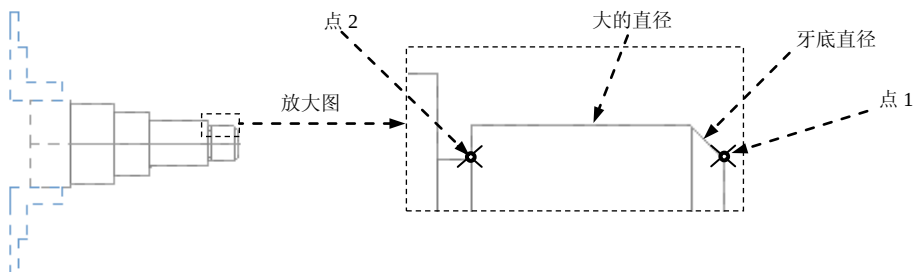

图 8.5.6 定义螺纹参数
Step2. 设置螺纹形式的参数选项卡。在“螺纹外形参数”选项卡中单击 **起始位置...** 按钮，然后在图形中选取图 8.5.6 所示的点 1（最右端竖直线的上端点）作为起始位置；单击 **结束位置** 按钮，然后在图形区选取图 8.5.6 所示的点 2（水平直线的右端点）作为结束位置；单击 **大径...** 按钮，然后在图形区选取图 8.5.6 所示的边线的中点作为大的直径参考；单击 **小径(X)...** 按钮，然后选取图 8.5.6 所示的边线的中点作为牙底直径参考；